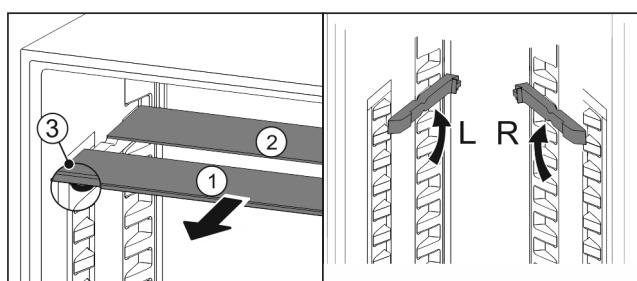

Fig. 85
- Пусніть Fig. 85 (1) скляну панель вперед.
- ▷ Скляна панель Fig. 85 (1) з декоративною планкою лежить спереду.
- ▷ Стопори Fig. 85 (3) показують вниз.